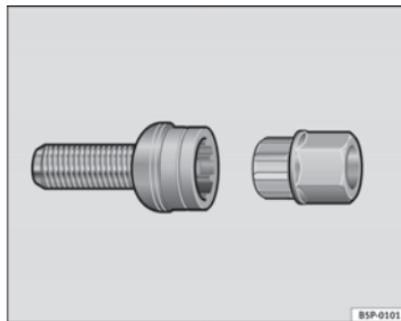

Fig. 145 Parafuso anti-roubo da roda
- Colocar totalmente o adaptador no parafuso anti-roubo da roda ⇒ Fig. 145.